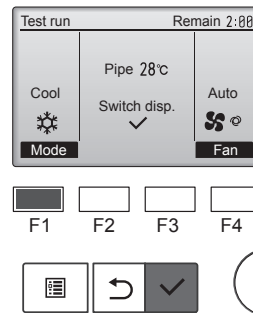

Fig. 7-5
- ① Appuyez sur le bouton  pour changer de mode de fonctionnement dans l'ordre "Cool" (Froid) et "Heat" (Chaud). (Fig. 7-5)